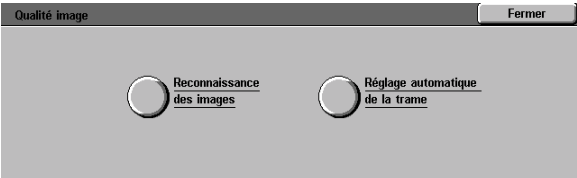

Figure 45 : Écran Qualité image
- 1 À partir de l'écran Outils, appuyez sur la touche **Qualité image** pour afficher l'écran correspondant (voir la figure 45).